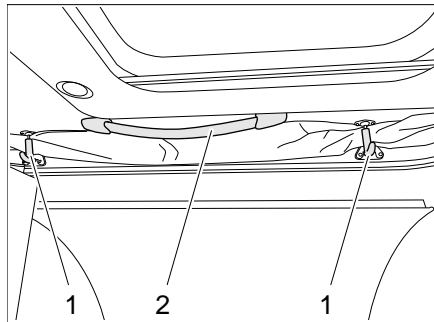

Bild 55 Hubdach
- Sicherungen (Bild 55,1) durch leichtes Ziehen lösen.
- Hubdach an den Griffen (Bild 55,2) nach oben schieben.
- Hubdach an den Griffen (Bild 55,2) nach unten ziehen.
- Sicherungen (Bild 55,1) leicht nach unten ziehen und wieder einhaken.